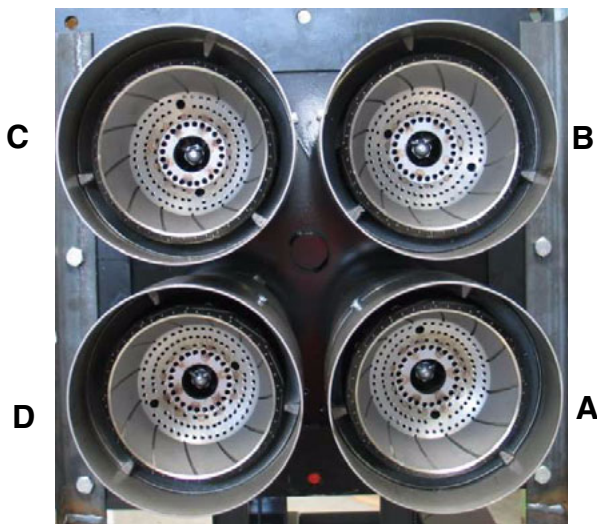
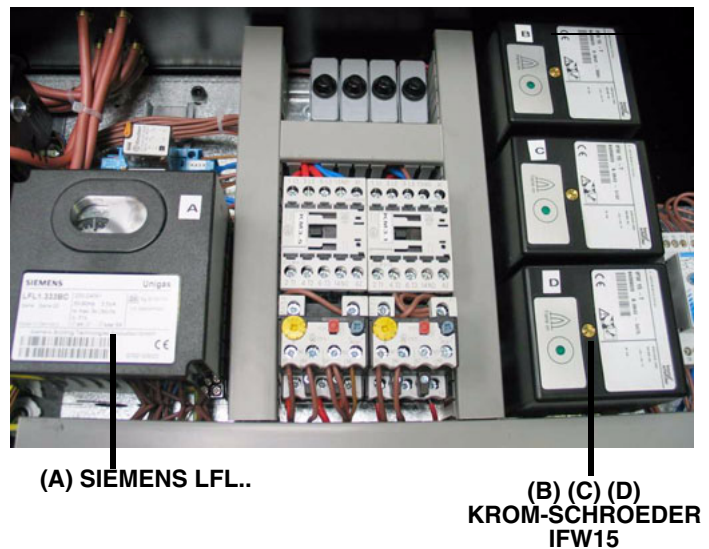

Рис. 31
Рис. 32
- Проверить и аккуратно почистить фотоэлемент UV улавливания пламени и, если необходимо, заменить его. В случае возникновения сомнения, проверить контрольный контур, после того, как горелка будет вновь запущена, согласно схеме на Рис. 31 - Рис. 32;
Голова сгорания состоит из четырех голов: одна из них оснащена фотозлементом Siemens QRA, подсоединенным к электронному блоку контроля пламени Siemens LFL (Рис. 31-Рис. 32-А), в то время, как три оставшиеся головы оснащены фотозлементом модели Krom-Schroeder UVS5, подсоединенными к улавливателям пламени Krom-Schroeder IFW15 (Рис. 31-Рис. 32-В,С,Д).